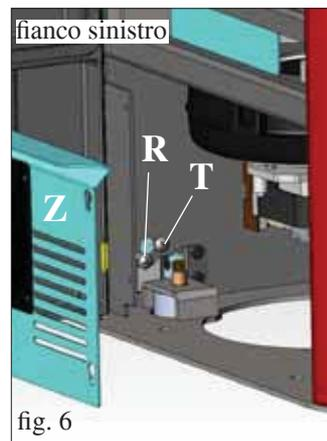

fig. 6
Verificare l'allineamento verticale dei fianchetti in ceramica (C) ed effettuare eventuali regolazioni tramite le viti poste sopra il top (V - fig. 5) e all'interno della stufa tramite le viti (R - fig. 6/7)
**N.B.: prima di effettuare l'operazione togliere il pannello zincato (Z - fig. 6/7) su entrambi i lati e allentare le viti di bloccaggio (T - fig. 6/7).**